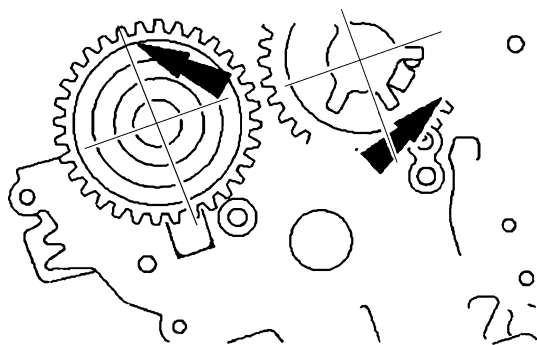

图 11-17 对齐标记
2) 顺时针转动右侧进气凸轮轴, 直至进气凸轮轴链轮上的正时标记到达 5 点钟位置, 转动右侧排气凸轮轴, 直至排气凸轮轴链轮上的正时标记到达 12 点钟位置, 如图 11-17 所示。